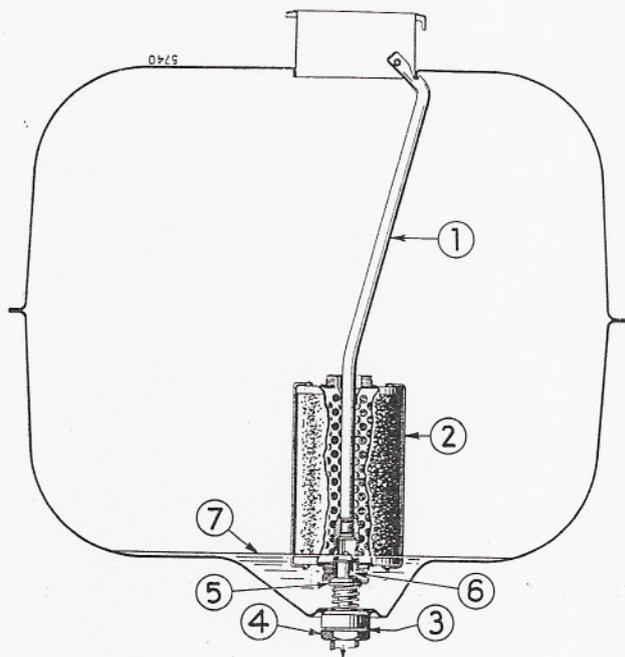
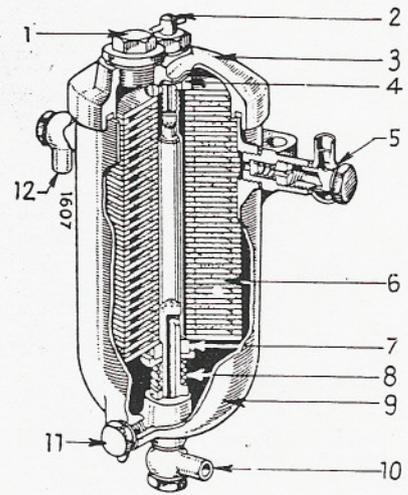

Figure 160
Figure 156. - Filtre Bosch FJ/AZ-5/3
Le filtre incorporé au réservoir de combustible a une poignée verticale, vissée sur le clapet de fond. Si cette poignée (1) se trouve bloquée sous le goulot de remplissage, comme le montre la fig. 160, le filtre est en place.
Le filtre à combustible est, soit incorporé au réservoir, fig. 160, soit vissé sur le support de radiateur, en amont de la pompe d'injection. En plus du filtre incorporé au réservoir, un second filtre peut être utilisé, qui sera monté sur le support de radiateur. Les filtres peuvent être équipés d'éléments cellulaires, d'éléments tubulaires en feutre, ou d'éléments en plaque de feutre, fig. 156, 157, 158 et 160.